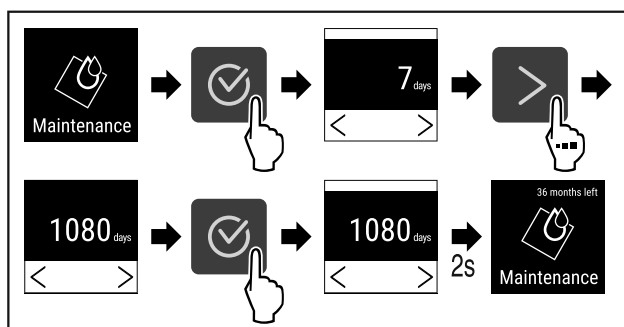

Fig. 99
- ▶ Følg anvisningene (se Fig. 99).